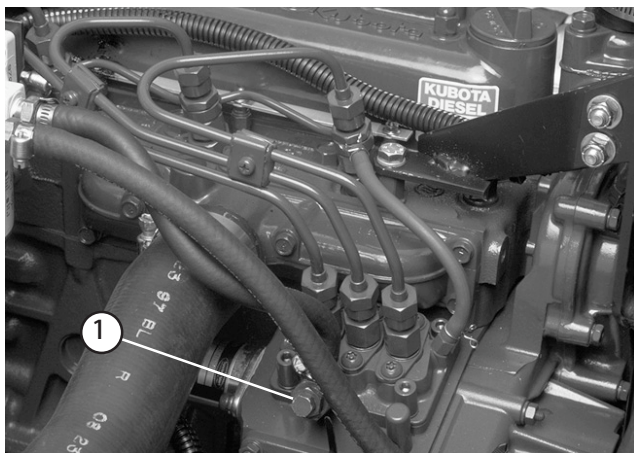

図 29
3. 燃料噴射ポンプ (図29) についているエア抜きネジを、12 mm のレンチを使って開く。